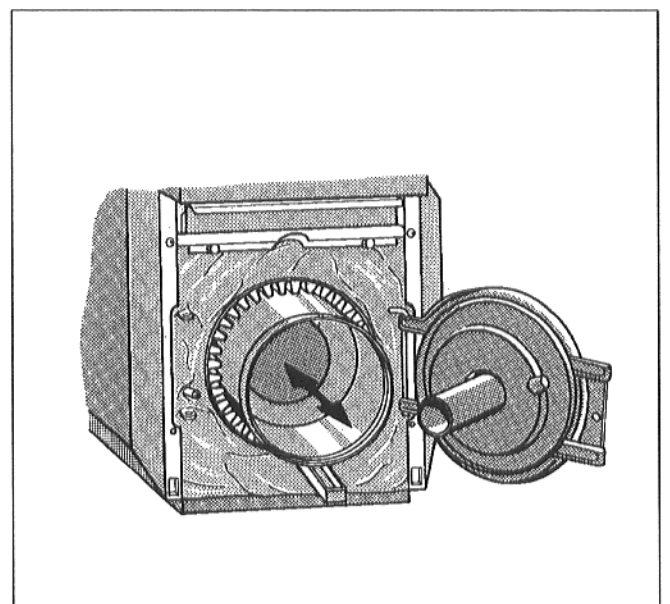
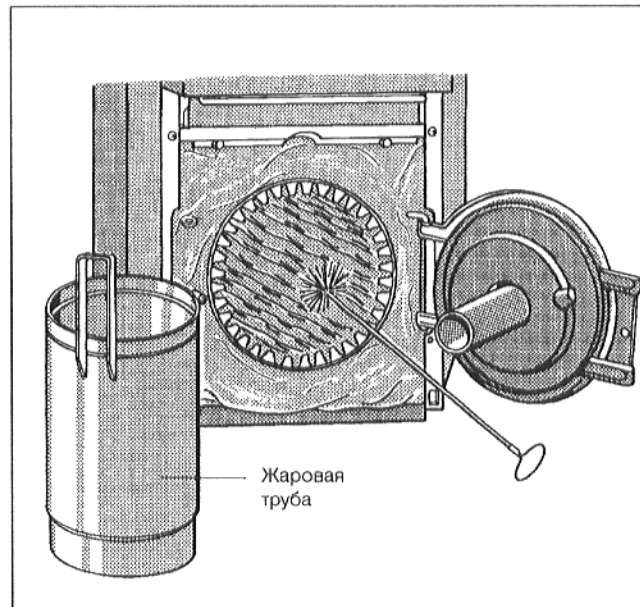

Рис. 28
Рис. 29
- Открыть дверцу горелки, вынуть жаровую трубу из топочной камеры (Рис. 28).
- Произвести очистку щеткой нагревательных поверхностей в горизонтальном направлении, удалить остатки продуктов сгорания (Рис. 29).
- Установить обратно жаровую трубу таким образом, чтобы передние выступы удерживающей скобы вошли снизу в углубления нагревательных поверхностей (Рис. 28).
- Вынуть жаровую трубу из топочной камеры (Рис. 28 и Рис. 29).